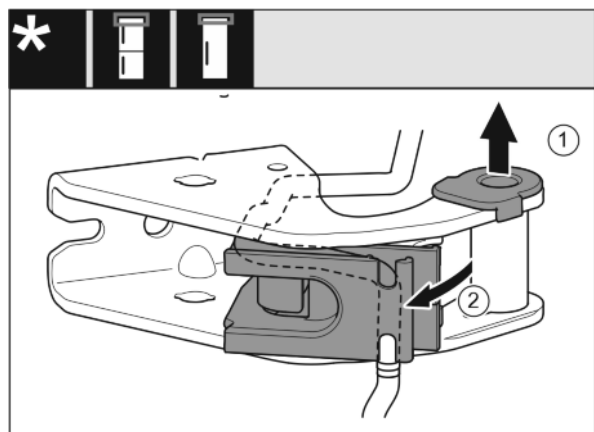

Fig. 21
- Tirer la douille de palier en dehors du guide. Fig. 21 (1)
- Incliner le support de câble vers l'extérieur. Fig. 21 (2)